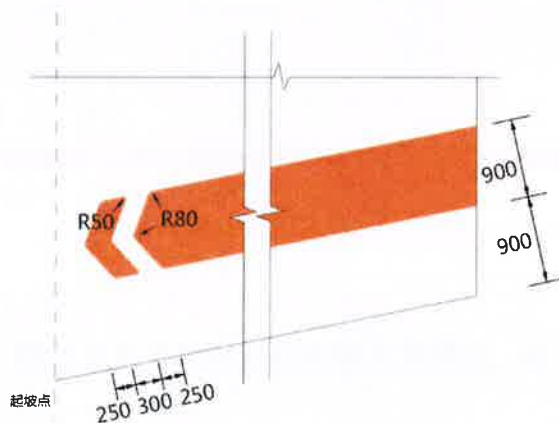

图 16 非机动车坡道侧墙标识样式及尺寸示例
4.11 非机动车坡道出入口应在一侧墙体涂刷墙体标识。标识样式及尺寸示例见图 16。